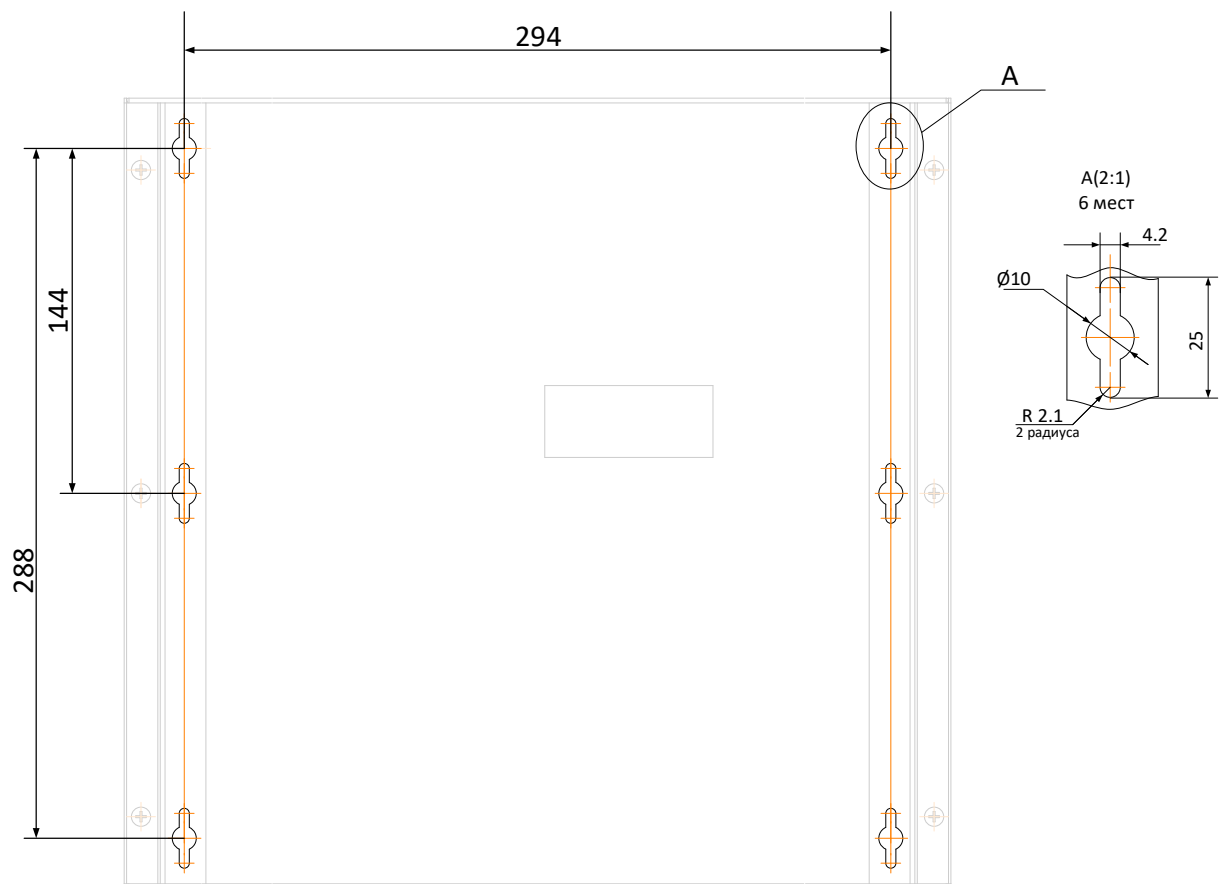

Рис. 3
5.1 Конструктивно БС выполнен в корпусе, предназначенном для навесного настенного монтажа. Посадочные места для крепления блока показаны на рис. 3.
2. Закрепить БС на стенах в помещениях объекта, указанных в проекте. Разметку под крепеж БС выполнить в соответствии с чертежом на рис. 3.